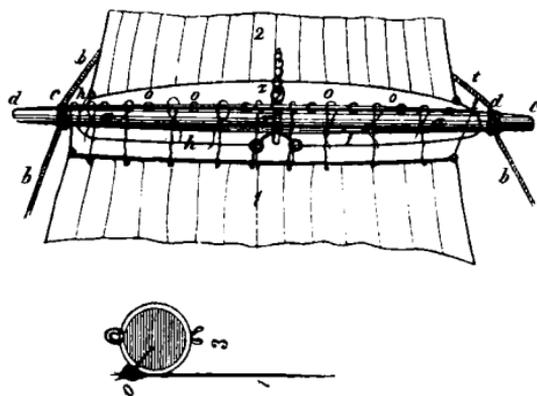

Рис. 147.
къ кольцу реи прикрѣпляютъ еще другое горизонтальное кольцо. Это кольцо надѣваютъ снизу на стеньгу, прежде чѣмъ укрѣпить нижній конецъ стеньги въ марсъ. Если же ты не считаешь удобнымъ сдѣлать реи поднимающимися и опускающимися, тогда привяжи ихъ къ стеньгѣ двойной петлей, но не слишкомъ плотно, чтобы можно было поворачивать реи въ стороны и ставить паруса бокомъ. Поворачиваютъ рею бечевками, которыя привязываютъ къ ея концамъ (рис. 147, *bb*). Эти бечевки называются *брасами*. Брасы протягиваются отъ передней мачты, или такъ называемой *фокъ-мачты*, къ средней или *гротъ-мачтѣ*, отъ гротъ-мачты къ третьей мачтѣ или *бизань-мачтѣ*; брасы бизань-мачты въ свою очередь протягиваются къ гротъ-мачтѣ. Всѣ брасы должны быть такой длины, чтобы они доходили до палубы; тамъ они прикрѣпляются по бокамъ каждой мачты къ такъ называемой *кофель-планкѣ*. Эта кофель-планка обозначена на рисункѣ 146 буквой *i*. Въ дырки кофель-планки вставляютъ булавки со спиленными остриями. Къ этимъ булавкамъ и привязываютъ брасы, спускающіеся съ реи. Но чтобы удобнѣе было поворачивать брасами реи, ихъ пропускаютъ сначала черезъ штаги и только послѣ того привязываютъ къ кофель-планкѣ.
петель (рис. 147, о). Сквозь петли продѣваютъ прямую проволоку такой длины, чтобы она доходила отъ одного нока до другого. Къ этой проволокѣ привязываютъ короткими веревочками нижній парусъ (рис. 147, 1). На рисункѣ парусъ (1) изображенъ еще неподтянутымъ къ реѣ, чтобы видно было, какъ онъ укрѣпленъ. Веревочки, прикрѣпленные къ парусу, перекидываютъ черезъ проволоку, подтягиваютъ парусъ къ самой реѣ и завязываютъ здѣсь веревочки, какъ это показано на рисункѣ 147, 3. Этотъ рисунокъ изображаетъ поперечный разрѣзъ черезъ рею; буквой *о* на немъ обозначена петля, къ которой привязывается парусъ, а цифрой 1—самый парусъ.